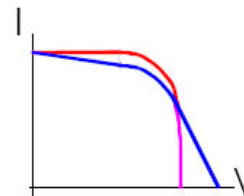

Figura 3
2. Si el efecto predominante es la resistencia de los contactos, resistencia serie, la zona de caída vertical deja de ser tal para pasar a comportarse también como un conductor óhmico, con una pendiente que nos indicará la resistencia asociada a los contactos, tanto en las uniones metal-semiconductor, como en las conexiones intermedias. La figura 3 nos muestra este efecto, donde la zona de color violeta indica el comportamiento que debería tener la célula cuando el efecto de la resistencia serie es despreciable, en tanto que la línea inclinada azul nos indica que la célula muestran un comportamiento no ideal. La pendiente de dicha recta nos indicará el valor de la resistencia serie.